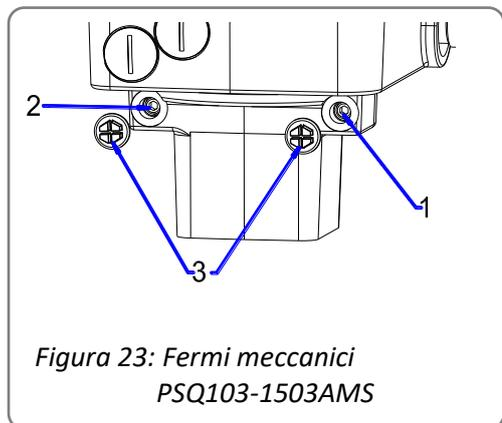

Figura 23: Fermi meccanici
- Rimuovere il cappuccio di protezione (Figura 23: Fermi meccanici, elemento 3) da una delle due viti di fermo.
- Ruotare la vite di fermo nella posizione di chiusura (Figura 23: Fermi meccanici, elemento 1) fino all'arresto.
- Ruotare la vite di fermo nella posizione di apertura (Figura 23: Fermi meccanici, elemento 2) fino all'arresto.